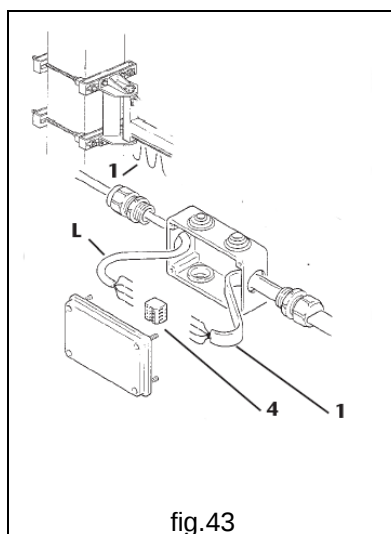

fig.43
1. Conectar el cable de alimentación 1 a los bornes 4 presentes en la caja de derivación, a aplicar al pilar o la pared de carga y a la que se conectará el cable de línea L procedente de la red de alimentación (fig.43).